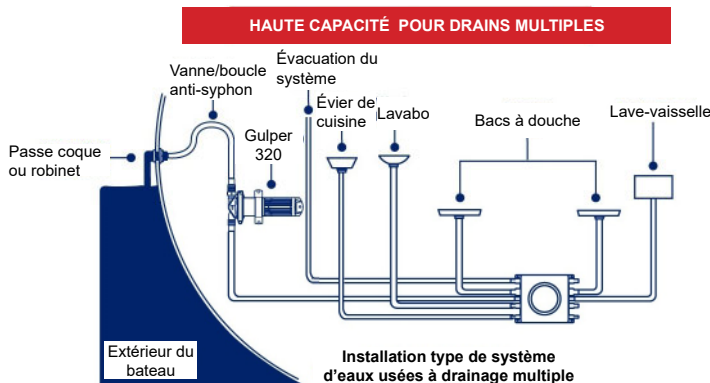

Figure 1 Installation type de collecteur d'eaux usées dans un système d'eaux usées à drains multiple
- L'ensemble de la tuyauterie **doit** contenir vanne/boucle anti-siphon correctement installée. (Figure 1)
- L'eau pompée **doit** être évacuée via un passe coque ou un robinet situé **au-dessus de la ligne de flottaison**. (Figure 1)
Le collecteur d'eaux usées est conçu pour être utilisé avec les eaux usées dans les bateaux de plaisance. L'installation type est illustrée dans la Figure 1. Pour connaître les dimensions du collecteur, consultez la Figure 2.